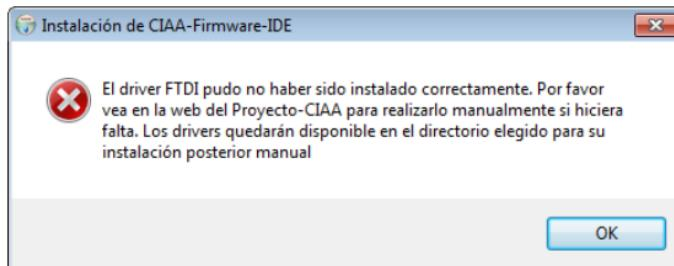

Figura 16: Instalador de drivers FTDI parte 5.
- Paso 6:** Una posible falla que pueden surgir en esta instalación, es que puede presentarse un error en la comunicación a través del puerto virtual FTDI, que impide la correcta comunicación entre la placa y el entorno IDE. Su corrección debe efectuarse manualmente fuera del instalador, y es posible la aparición de una ventana de error emergente como la que se muestra en la Figura 16.